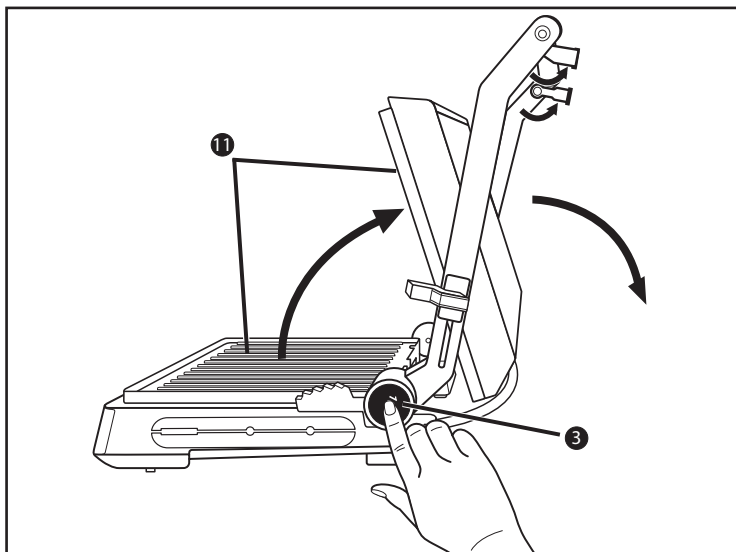

Fig. 1
- 1) Fold de to støttefødder **1** ud (fig. 1).
- 2) Tryk på oplåsningsknappen 180° **3** (fig. 1), og åbn produktets låg helt, så begge varmeplader **11** kan bruges som bordgrill.